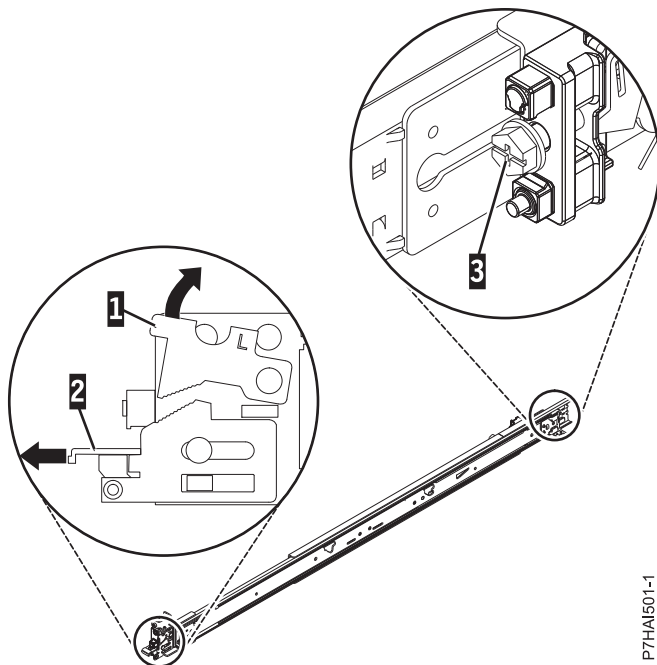

Figura 2. Apertura del pestillo frontal y extracción del tornillo posterior
2. Empuje hacia arriba la pestaña de bloqueo (1) en la parte frontal, y tire del pestillo frontal (2) de la parte frontal del riel. A continuación, extraiga el tornillo de la parte posterior del riel (3). Para obtener detalles, consulte Figura 2.